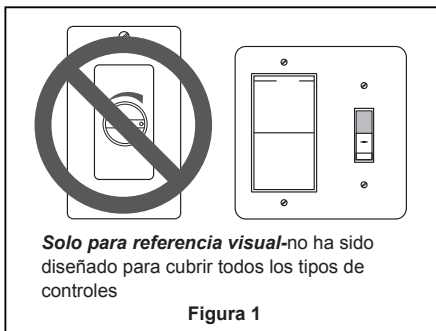

Figura 1
El uso de un regulador de la intensidad completa (no incluido) para controlar la velocidad del ventilador dañará el dispositivo. Para reducir el riesgo de incendio o descarga eléctrica, no utilice dicho regulador para controlar la velocidad del ventilador. (Figura 1)
- ☐ 1. **Instalación de la placa de la pared:** (Figura 1)